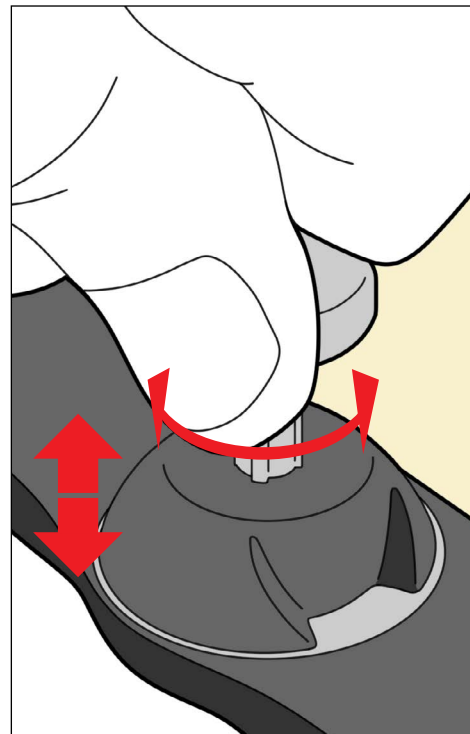

Fig. 23
2. Ställ in önskad mellanläggshöjd (shim) i enlighet med uppgifterna på inställningsbladet genom att vrida stiftet. Vrid medurs för att öka höjden och moturs för att minska höjden. (Fig. 23)
4. Om mellanläggen behöver justeras, ospärra stiftet, vrid stiftet till önskad mellanläggshöjd och spärra stiftet igen. Mellanläggens position kan ställas in var för sig, oberoende av varandra. (Fig. 23)